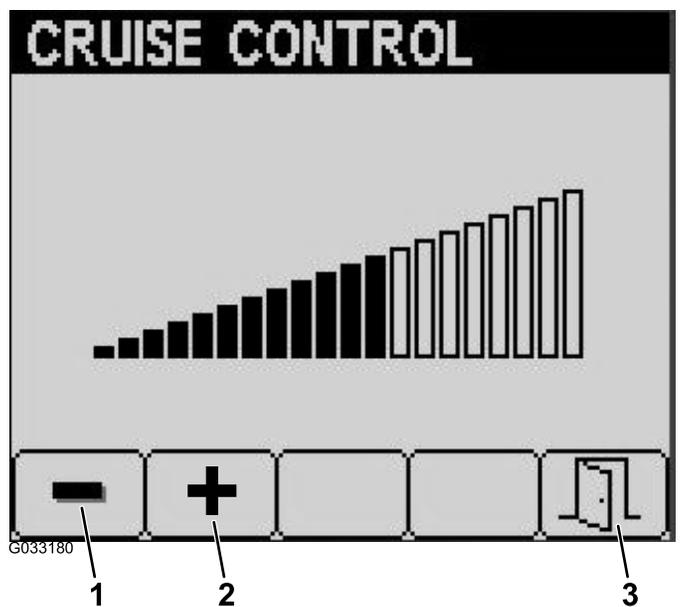

Figura 20
3. En la pantalla Control de cruceo, pulse el botón 1 para reducir la velocidad del control de cruceo, o el botón 2 para aumentar la velocidad del control de cruceo (Figura 20).
4. Cuando haya ajustado el control de cruceo a la velocidad deseada, pulse el botón 5 para salir (Figura 20).